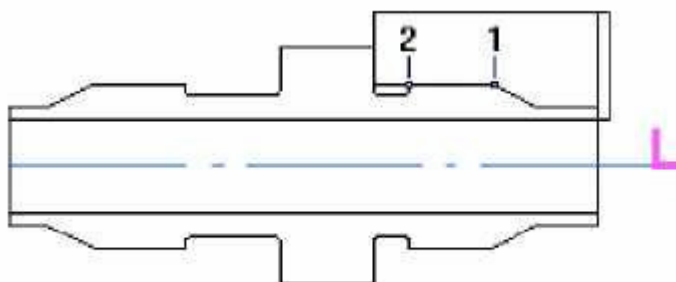

Рисунок 14 – Порядок создания ТО «Нарезать»
- нажмите кнопку «Добавить», «X торца» и укажите точку 1 (рисунок 14);
- нажмите кнопку «Добавить», «D нач.» и укажите точку 2 (рисунок 14);